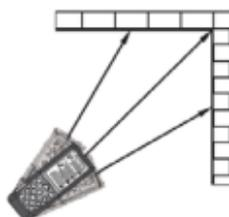

Fig. 5: Exemplos de medição contínua da distância
4. Os valores mínimo e máximo da distância são apresentados nos displays parciais enquanto a medição contínua em modo dinâmico ao mover o instrumento (ver Fig. 5) é apresentado no display resultante.